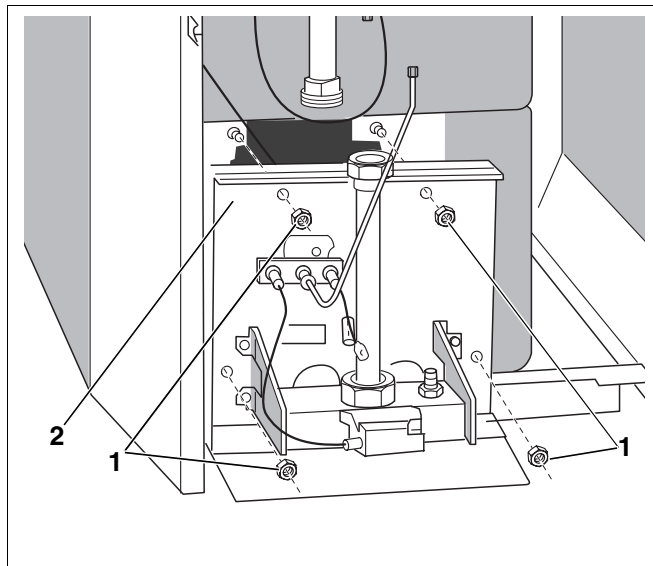

Abb. 48 Befestigungsmuttern lösen
- Befestigungsmuttern (Abb. 48, **Pos. 1**) am Brennerschild (Abb. 48, **Pos. 2**) lösen und Brenner herausnehmen.
- Beim Anschrauben des Brennerschildes (Abb. 48, **Pos. 2**, Seite 46) die vier Schrauben leicht anziehen.